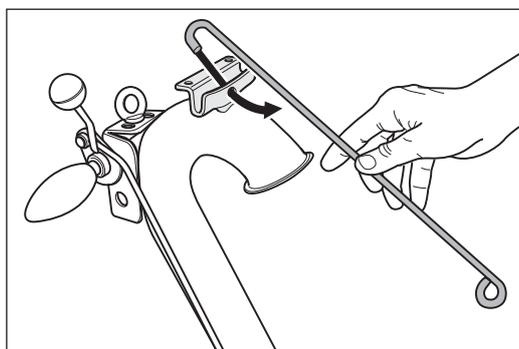

Abb. 6 Die Kabelstütze in die Konsole am Führungsrohr einhängen.
- 6 Hängen Sie die Kabelstütze in die Konsole an der Oberseite des Führungsrohrs ein (Abb. 6).